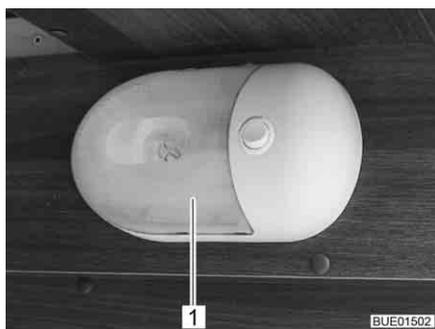

Fig. 242 Iluminação da garagem
- Comprima cuidadosamente a cobertura transparente (Fig. 242,1) de ambos os lados, puxe-a ligeiramente do interruptor e retire-a para a frente.